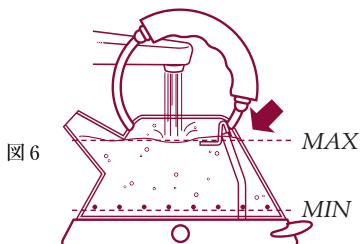

図6
- 満水量は1.5リットルです。それ以上の水は入れないでください（ケトル内部に満水目盛があります（図6））。 満水量以上の水を入れれますと、沸騰したお湯が注ぎ口から吹きこぼれ、やけどの原因になることがあります。